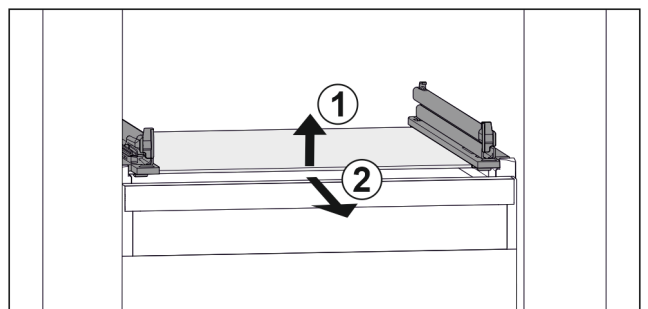

Fig. 46 Exemple de représentation de la tablette en verre
- Soulever la tablette en verre par l'avant. Fig. 46 (1)
- Retirer la tablette en verre par l'avant. Fig. 46 (2)